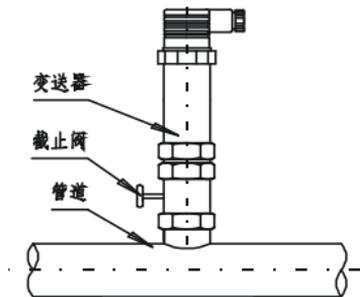

图 1
3.2.2.1 压力型产品推荐安装方式：常规压力变送器的压力接口为  $M20 \times 1.5$  外螺纹带密封垫；为便于安装和维修，法兰接头与管道之间应加装截止阀，见图 1。